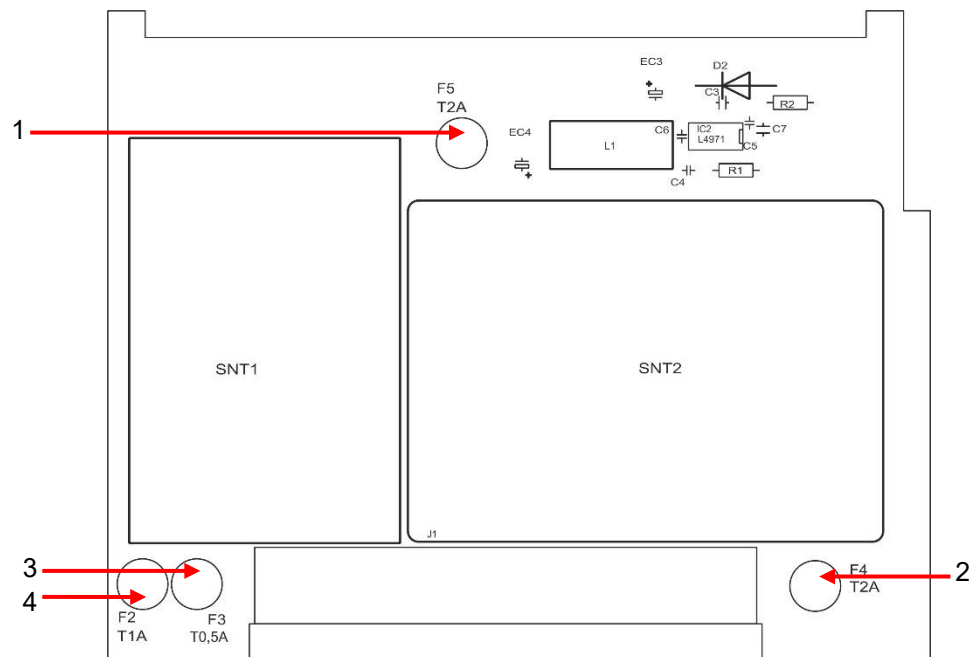

Abbildung 37
Diese Sicherungen schützen den Testomat® PRO CLT bzw. die Ausgänge vor Überlast und Kurzschluss. Alle Sicherungen sind steckbar. Die Hauptsicherungen F1 (1) und F6 (2) (4 A MT) für Ausgänge und Gerät befinden sich auf der Grundplatte (siehe Abbildung 37). Auf dem Netzteil befinden sich die vier Primär- und Sekundärsicherungen F2 bis F5 für 24 V, und 12 V, 3,3 V